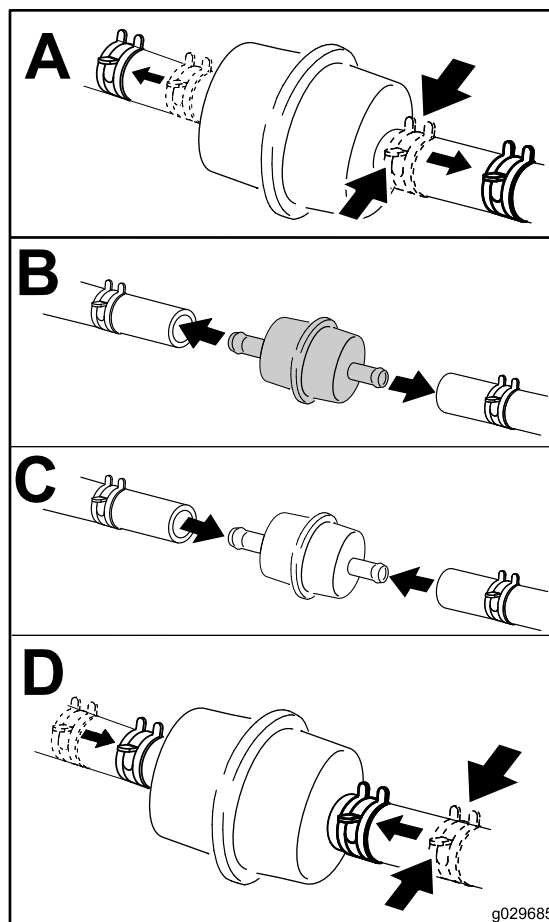

Figura 55
4. Cambie el filtro de combustible (Figura 55).